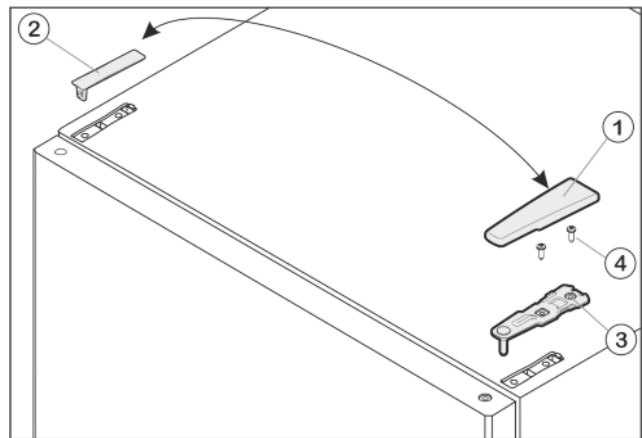

Fig. 7
- ▶ Abdeckung Fig. 7 (1) nach vorne und oben abziehen.
- ▶ Abdeckung Fig. 7 (2) abheben.
- ▶ Oberen Lagerbock Fig. 7 (3) abschrauben (2 mal Torx® 25) Fig. 7 (4) und nach oben abziehen.
- ▶ Oberen Lagerbock Fig. 7 (3) auf der neuen Scharnierseite in die Tür einsetzen.
- ▶ Oberen Lagerbock **fest (mit 4 Nm)** anschrauben (2 mal Torx® 25) Fig. 7 (4). Schraublöcher evtl. vorstechen oder Akkuschrauber verwenden.
- ▶ Abdeckung Fig. 7 (1) und Abdeckung Fig. 7 (2) jeweils auf der Gegenseite von außen aufsetzen und einrasten.